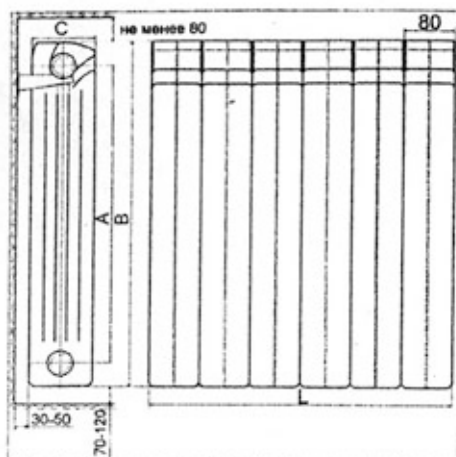

Рис. 1
3.4. Для оптимальной теплоотдачи расстояние между радиатором и полом должно быть 70-120 мм, а между радиатором и подоконником не менее 80 мм (см. рисунок 1). Кронштейны должны обеспечивать расстояние от стены 30-50 мм, а также горизонтальное положение радиатора. Перед установкой глухих и проходных пробок необходимо смазать прокладку пробки любым силиконовым герметиком для обеспечения проскальзывания прокладки по пробке. Резьбы коллектора обезжирить и покрыть равномерным слоем специальным антикоррозийным составом RIFAR HERM. Затем сразу же установить пробки.